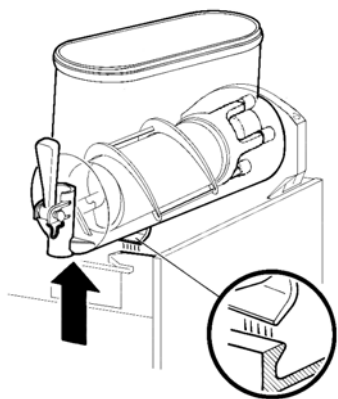
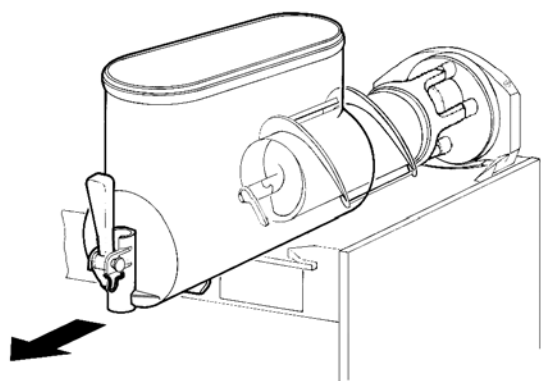

figura 5
figura 6
- 2 Desmontar el contenedor empujando ligeramente la parte inferior (lado grifo) hacia arriba para dejar libres los ganchos inferiores (ver figura 5) y luego quitarlo por adelante (ver figura 6).
7 En el caso del modelo MT 1P montar la bandeja lateral con la secuencia invertida de cuanto se ha hecho para el desmontaje (ver figura 5).